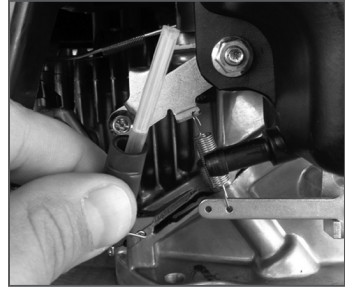

Рис. 13 Топливный фильтр
4. Извлеките из топливного шланга топливный фильтр (Рис. 13).